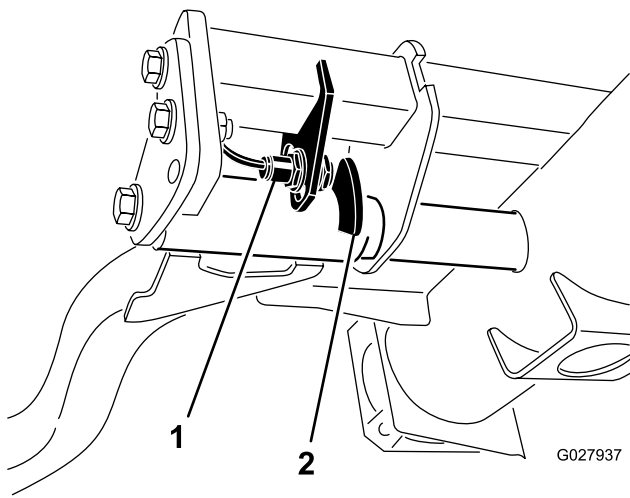

Figura 68
2. El interruptor del brazo de elevación está situado debajo del depósito de aceite hidráulico y detrás del brazo de elevación delantero derecho (Figura 68).
3. Afloje los tornillos de montaje del interruptor y desplace el interruptor hacia abajo para aumentar la altura de giro del brazo de elevación, o hacia arriba para reducir la altura de giro del brazo de elevación (Figura 68).